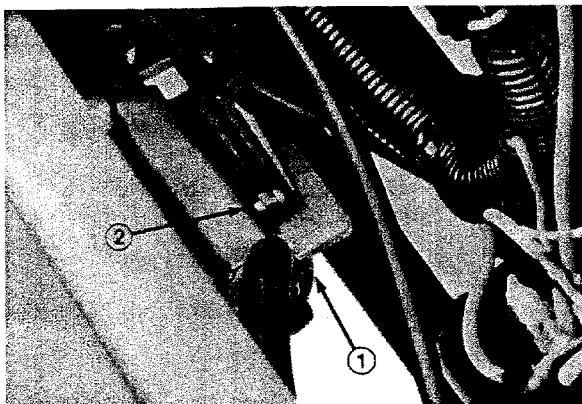

Figure 12
2. Desserrer la vis de purge en haut du filtre à carburant/séparateur d'eau (Fig. 12).